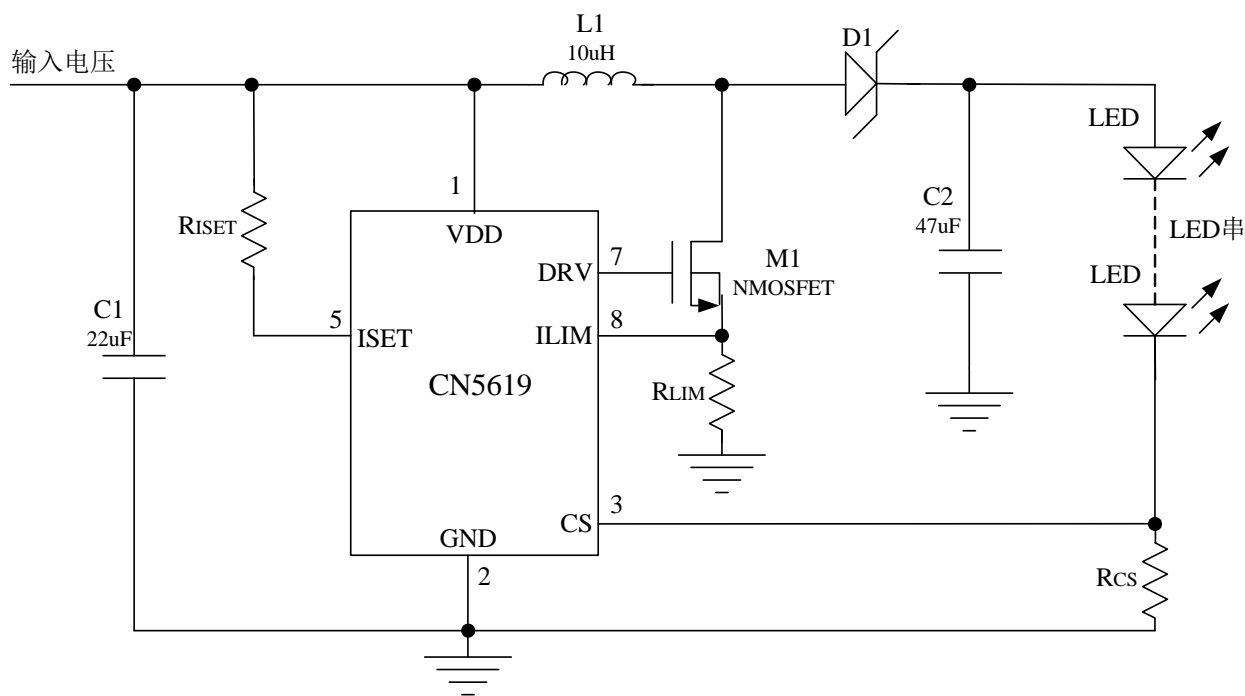

图 2 典型应用电路(LED 电流大于 350 毫安)
| 5 | ISSET | LED电流设置端。 有两个途径设置LED电流，第一个途径是通过在ISSET管脚和VDD管脚之间连接一个电阻 R_{ISSET} 实现的，但是通过这种途径设置的LED电流最大不超过350毫安。第二个途径是通过在CS管脚和地之间接一个电阻 R_{CS} (如图2所示)来设定。 这样，计算LED总电流的公式如下： $I_{LED} = 910V / R_{ISSET} + 0.3V / R_{CS}$ 其中， I_{LED} 的单位是安培(A) R_{ISSET} 的单位是欧姆(Ω)， R_{ISSET} 不能小于2.7K Ω R_{CS} 的单位是欧姆(Ω) |
有两个途径设置LED电流，第一个途径是通过在ISET管脚和VDD管脚之间连接一个电阻R_{ISET}实现的，但是通过这种途径设置的LED电流最大不超过350毫安。第二个途径是通过在CS管脚和地之间接一个功率电阻R_{CS}(如图2所示)来设定。
在片外功率晶体管导通期间，通过在 ILIM 管脚和地之间的电阻 R_{LIM}(如图 1 和图 2 所示)检测电感电流，当 R_{LIM} 上的电压达到 0.2V 时，表示电感电流已经达到限制值，则芯片内部的电压比较器输出控制信号，关断片外功率晶体管。考虑到该电压比较器 100 纳秒的传输延时，最大电感电流如下式所示：